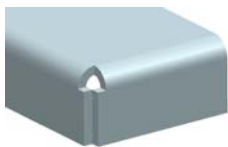

图 7-2 “开放的”示意图
1) 开放的：可以将两个弯边折弯区域保持其原有状态不变，但平面区域将延伸至相交，示意图如图 7-2 所示。